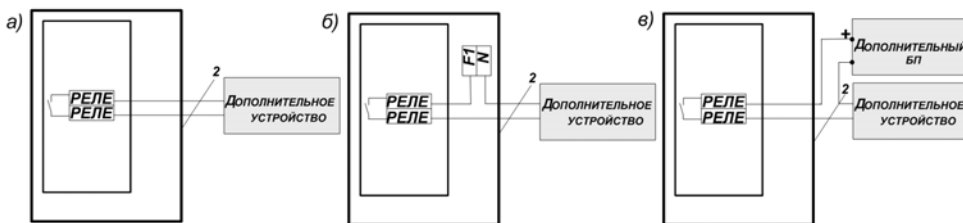

Рис.1
4.1 На внутренней стороне передней крышки и задней стенке металлического бокса находится рисунок, изображающий элементы коммутации и управления, которые определяют режим работы изделия. Вид рисунка изнутри приведен в Приложении Б к данному руководству (смотри Рис.1 для пульта «Сигнал-6»).
-разметить и просверлить на монтируемой поверхности 3 крепежных отверстия диаметром 8 мм в соответствии с Приложением В, Рис.1;
Электрический монтаж рекомендуется выполнять согласно Рис.1 Приложения Б в приведенной ниже последовательности:
2.2.5 Подключить дополнительное устройство (пульт централизованного наблюдения (ПЦН), сигнальное табло, светозвуковой оповещатель и т.п.) соответственно к клеммам «РЕЛЕ». Варианты подключения дополнительных устройств к релейному выходу пульта «Сигнал-6» приведены на Рис. 1